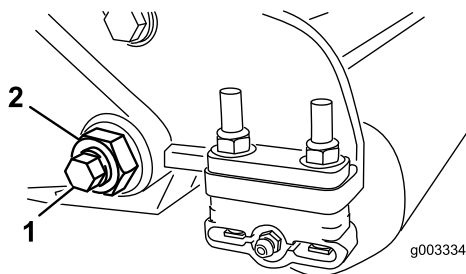
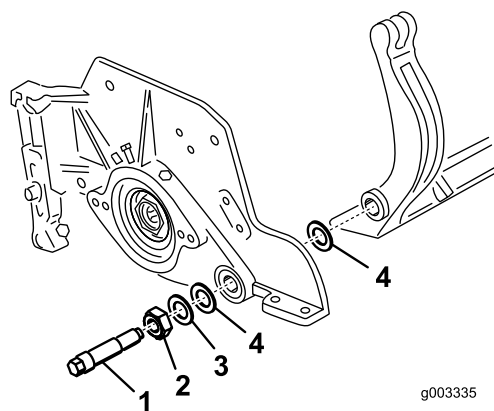

Рисунок 31
Рисунок 32
- С каждой стороны машины ослабьте контргайку, крепящую болт планки неподвижного ножа (Рисунок 31).
- Отверните все болты планки неподвижного ножа, чтобы можно было потянуть планку вниз и снять с болта машины (Рисунок 31). Не забудьте о наличии двух нейлоновых шайб и одной штампованной стальной шайбы с каждой стороны планки неподвижного ножа (Рисунок 32).
- На нейлоновые шайбы установите стальные шайбы (Рисунок 32).
шайбы перестали вращаться и осевой люфт был устранен, но не перетягивайте и не деформируйте боковые пластины. На внутренней стороне пластин шайбы могут быть установлены с зазором (Рисунок 32).